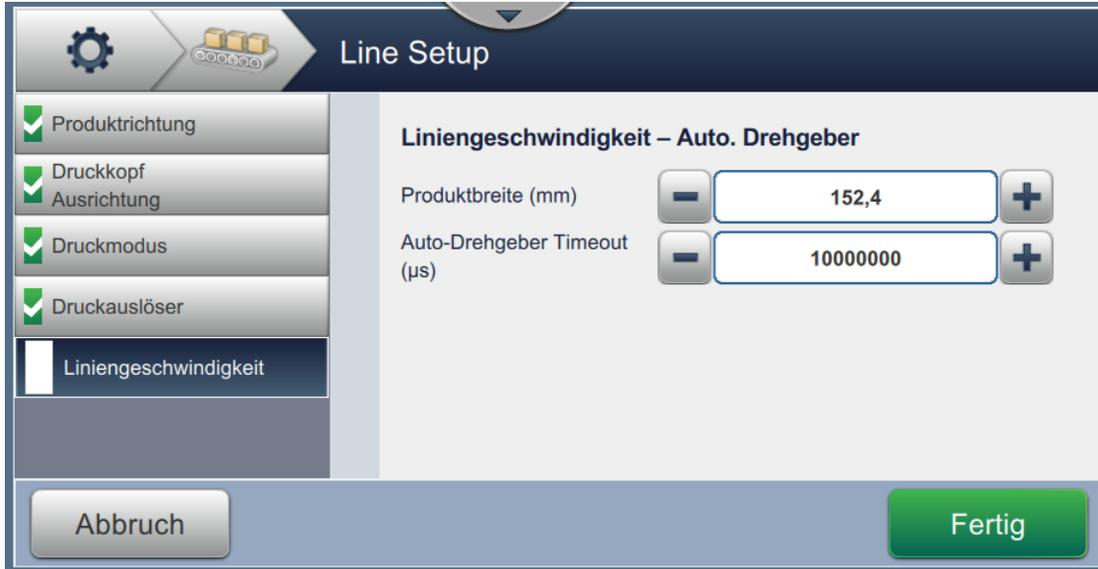

Abbildung 6-37: Liniengeschwindigkeit – Gemessen nach Produktionsgröße/Zeiteinstellungen.
2. Ändern Sie die gewünschten Parameter auf dem Bildschirm „Einstellungen“, wie dargestellt in Abbildung 6-37.